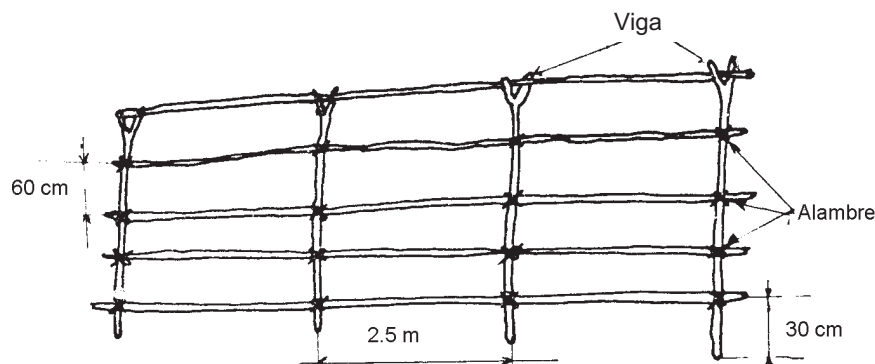

Figura 3
- Coloca troncos de 3 a 4 cm de diámetro en forma transversal y distanciados entre sí a 60 cm; para fijarlos utiliza alambre galvanizado o recocido (figura 3).